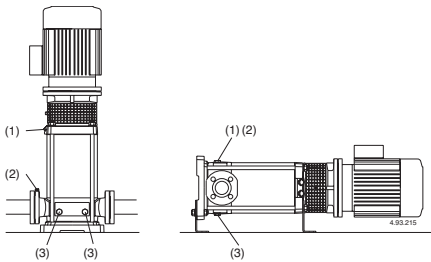

Fig. 4 (1) Remplissage et évent
Avec la **pompe au dessus du niveau de l'eau** (fonctionnement en aspiration, **fig. 3A**) ou avec un niveau d'eau en charge non suffisant (inférieur à 1 m) pour ouvrir le clapet de non-retour, remplir le tuyau d'aspiration et la pompe à travers du trou approprié (1) (**fig. 4**).
(2) Event aspiration
(3) Vidange
Avec le niveau d'eau côté aspiration sur la pompe (fonctionnement en charge, fig. 3B), remplir la pompe en ouvrant lentement et complètement la vanne sur le tuyau d'arrivée, en tenant ouverte la vanne de refoulement et les bouchons (1), (2) (fig. 4) pour purger l'air .
Serrer les bouchons d'évent (1), (2) (fig. 4), pour MXV-B, MXV(L) 25-32-40 et MXV(L)4 25-32-40 serrer la vis-éponge (14.17) dans le bouchon de vidange (14.12) (fig. 4b) et fermer l'évent (14.04).
Si l'on constate une perte d'amorçage (interruption du flux au refoulement, bien que les vannes soient ouvertes) ou si l'on note une oscillation de la pression indiquée par le manomètre, repurger le tuyau d'aspiration (2), vérifier que tous les joints du tuyau d'aspiration soient parfaitement étanches et fermer les bouchons de purge (2) et les bouchons de vidange (3) sur l'aspiration (fig. 4).
Si possible comme dans le cas d'utilisations temporaires avec des liquides sales, faire fonctionner la pompe avec de l'eau propre pour éliminer les dépôts. Préférer le rinçage immédiat de la pompe avec de l'eau propre (environ 40 litres), remplir par le bouchon (1) sur le refoulement et vidanger par le bouchon (3) sur l'aspiration (fig. 4.).
Avant le démontage, débrancher la pompe de toutes sources d'alimentation électrique, fermer les vannes d'aspiration et tuyaux de refoulement et vider le corps de pompe (Fig. 4.).